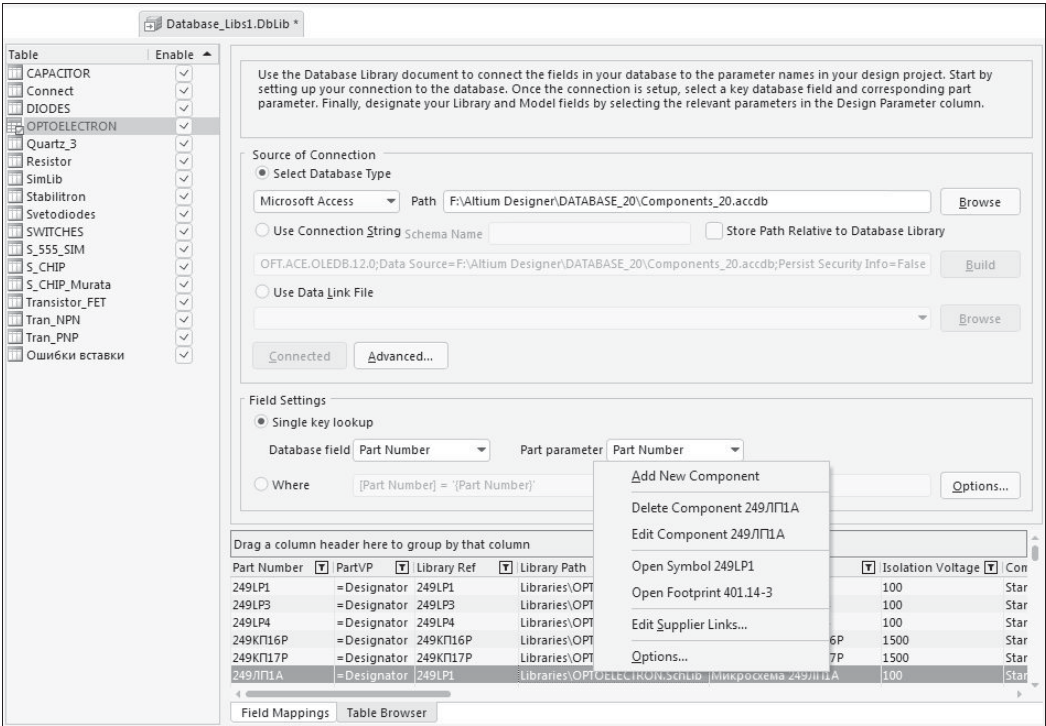
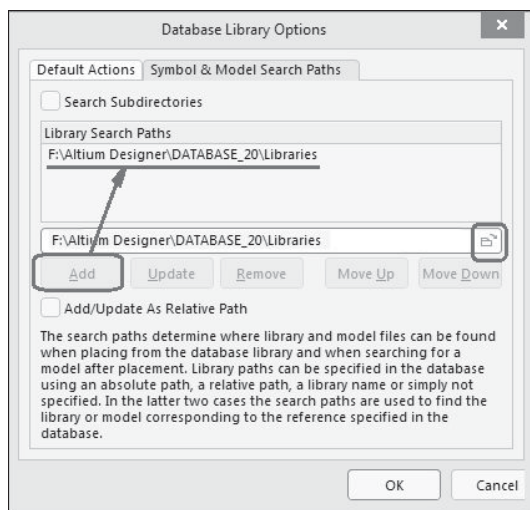

Рис. 2.48. Оболочка DBLib-файла
Рис. 2.49. Настройка пути поиска символов и моделей
Для образования оболочки DBLib-файла нужно выполнить команду главного меню **File | New | Library | Database Library** — в главном окне Altium Designer откроется оболочка с предопределенным по умолчанию именем файла **Database\_Libs1.DbLib** (рис. 2.48). Командой **File | Save As** сохраните DbLib-файл в памяти компьютера под новым, пользовательским именем.
Последняя команда эквивалентна команде-кнопке **Options** в правой части окна-оболочки, показанного на рис. 2.48, — по этой команде открывается диалоговое окно определения путей к библиотекам схемных компонентов и моделей **Data-base Library Options** (рис. 2.49):
- в колонках **Update Values**, **Add To Design** и **Remove From Design** по умолчанию назначено действие **Default**, выполняемое автоматически при обновлении значений параметров в активном документе проекта по команде **Tools | Update Parameters From Database**, добавлении параметров или их исключении из документа проекта. Эти действия, опять же по умолчанию, назначены на вкладке **Default Actions** диалогового окна **Database Library Options** (см. рис. 2.49), вызываемого по команде **Tools | Options** в активном DBLib-документе.
Пути поиска моделей должны быть обозначены на вкладке **Symbol & Model Search Paths** диалогового окна **Database Library Options**, открываемого кнопкой **Options** в оболочке DBLib-файла (см. рис. 2.48).